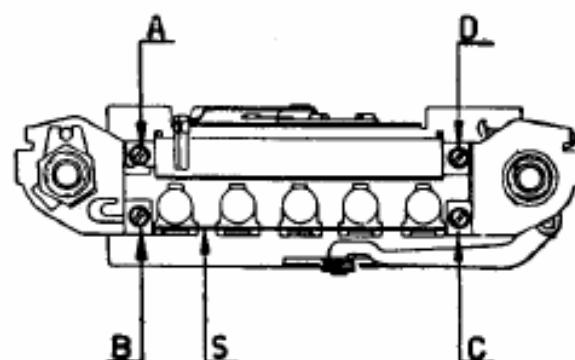

Fig. 1.
- 3) Togliere le due viti A e B (fig. 1) che fissano il supporto del potenziometro al sintonizzatore, dopo aver dissaldato il filo che collega l'interruttore con il portalampada.
- 2) Allentare le viti B e C indicate nella parte inferiore del disegno di fig. 1.